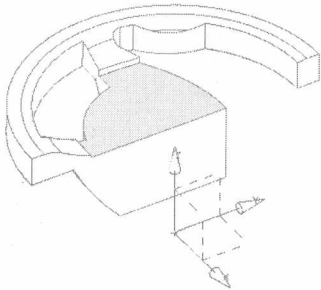
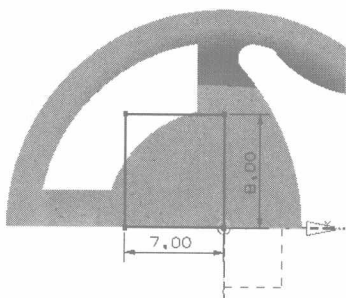
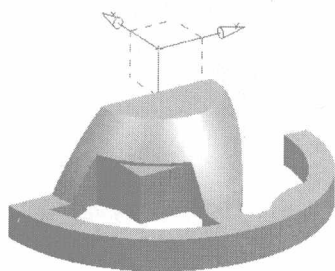

图1-16
图1-17
图1-18
- (1) 在菜单栏中选取【插入】/【设计特征】/【设计特征】命令，弹出【拉伸】对话框，激活【草图截面】，弹出【创建草图】对话框。
- (2) 设置类型为【在平面上】方式，选取图 1-16 所示的实体面作为草绘的平面，单击 **确定** 按钮进入草图，绘制图 1-17 所示的图形。
- (3) 在【草图生成器】工具条中单击 **完成草图** 按钮，退出草绘界面，返回【拉伸】对话框。
- (4) 在【限制】栏中设置拉伸的距离为“4.5”。
- (5) 在【布尔】栏中设置布尔运算方式为【求和】，单击 **确定** 按钮创建拉伸特征，如图 1-18 所示。